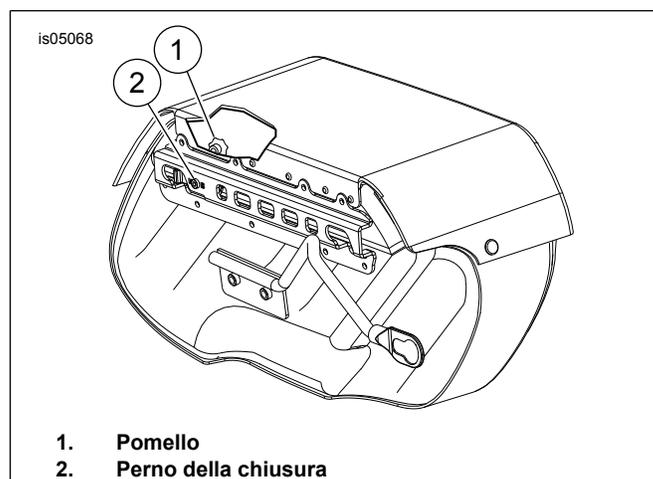

Figura 5. Pomello e chiusura della borsa portapacchi
3. Vedere Figura 5. Dall'interno della borsa portapacchi, tirare e girare il pomello (1) di 1/4 di giro e il perno della chiusura (2) si sgancerà.